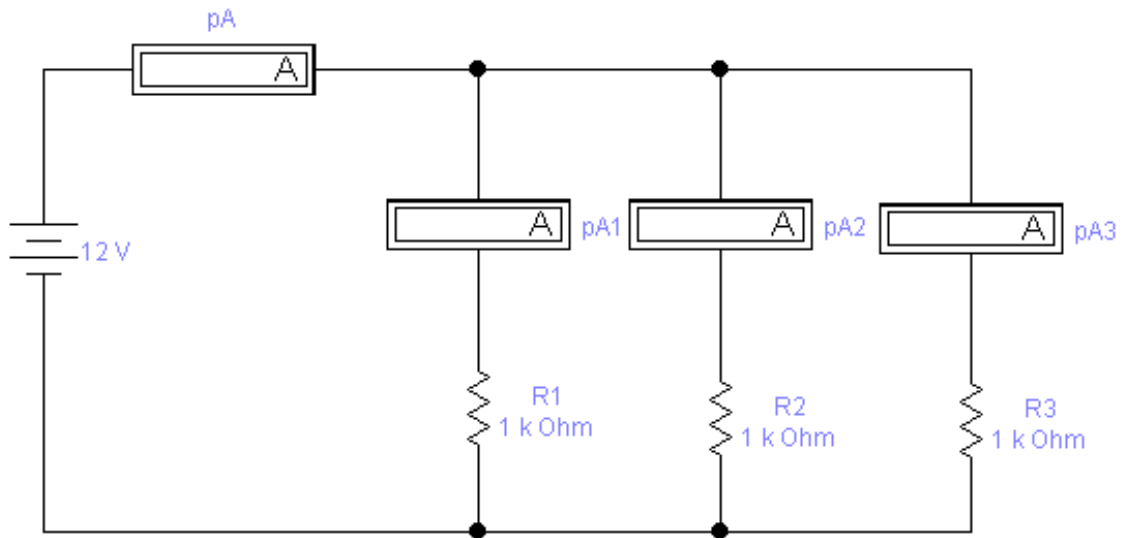

Рисунок 1.5 - Схема дослідження кола постійного струму з паралельним з'єднанням резисторів
5. Набрати схему дослідження кола постійного струму з паралельним з'єднанням резисторів (рисунок 1.5).